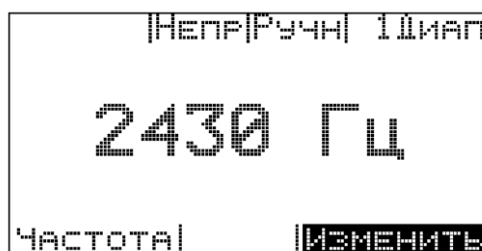

рис. 4
- нажимать левую кнопку "Установка режимов" (6) до появления пункта меню "Частота";
- нажать правую кнопку "Установка режимов" (6) - "Изменить" при этом на экране будет отображаться изображение, похожее на рис. 4;
- для выбора рабочей частоты необходимо нажимать на правую кнопку "Установка режимов" (6) до момента появления на экране требуемой рабочей частоты (893 Гц, 2430 Гц, 8930 Гц);
- выйти из режима редактирования частоты, нажатием на левую кнопку "Установка режимов" (6).